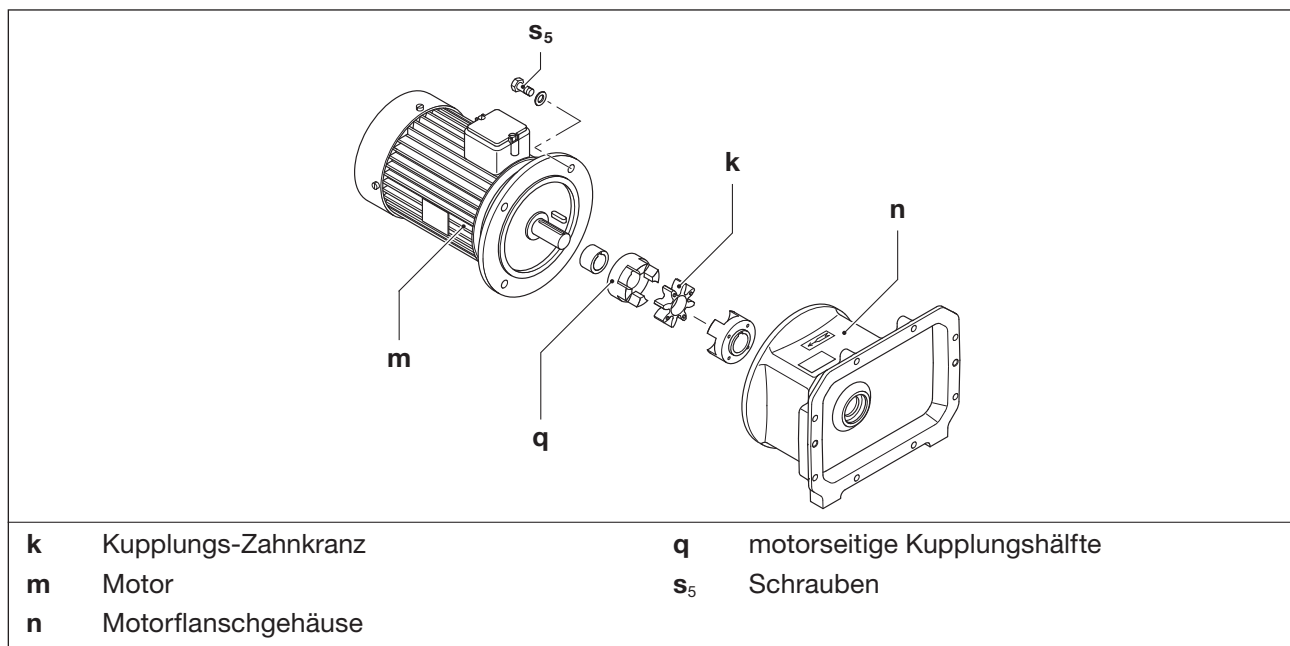

Abb. 20 Kupplung
Der Kupplungs-Zahnkranz (Abb. 20/k) unterliegt einem Verschleiß und muss regelmäßig (mindestens 1 x pro Jahr) überprüft werden.
- b) Mittels Hebezeug den Motor (Abb. 20/m) an der Transportöse aufhängen.
- c) Schrauben (Abb. 20/s5) am Motorflansch lösen und Motor mit motorseitiger Kupplungshälfte (Abb. 20/q) vom Motorflanschgehäuse (Abb. 20/n) axial abziehen.
- d) Zahnkranz (Abb. 20/k) überprüfen. Ist der Zahnkranz beschädigt oder verschlissen, diesen austauschen.
- e) Zahnkranz und Motor mit motorseitiger Kupplungshälfte wieder axial aufschieben und mit den Schrauben (Abb. 20/s5) am Motorflansch (Abb. 20/n) befestigen.